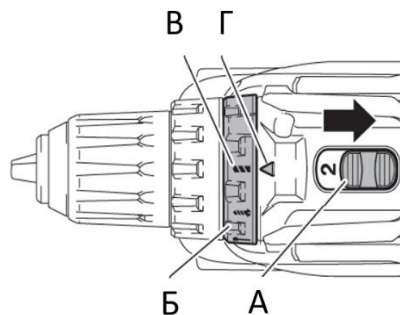

Рисунок 2.3.6. РАБОТА ШУРУПОВЕРТА В РЕЖИМЕ СВЕРЛЕНИЯ.
1. Переведите переключатель скорости «А» (рисунок 2.3.6.) на отметку 2.
2. Отрегулируйте кольцо выбора режима «В» (рисунок 2.3.6.) на отметку «сверление».
2. Установите переключатель «В» (рисунок 2.3.6.) на символ «ударное сверление».
После продолжительной работы с низким числом оборотов электроинструмент следует включить приблизительно на 3 минуты на максимальное число оборотов на холостом ходу для охлаждения. Для выполнения отверстий в настенной плитке установите переключатель «В» (рисунок 2.3.6.) на символ «сверление». Просверлив плитку, переведите переключатель «В» на символ «ударное сверление» и работайте с ударом. Для работ в бетоне, каменной породе и кирпичной кладке применяйте твердосплавные сверла. Для выполнения отверстий в металле применяйте сверла из быстрорежущей стали повышенной прочности. Чтобы предотвратить скольжение сверла в начальный момент, с помощью кернера и молотка наметьте в нужном месте углубление, и затем приступайте к сверлению. При сверлении в дереве применяйте сверла, снабженные направляющим винтом, который упрощает сверление, удерживая сверло в обрабатываемой детали. Для сверления древесины наилучший результат достигается при сверлении специальными сверлами по дереву. Сильное нажатие на инструмент не ускорит процесс сверления, но может привести к поломке концевика сверла и снизит срок эксплуатации инструмента. При сверлении держите крепко электроинструмент и нажимайте на него очень аккуратно. Зажатое в материале сверло можно легко освободить, используя обратное